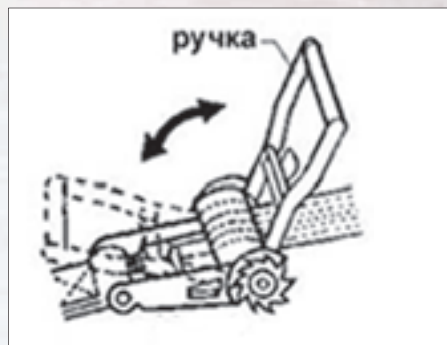

Рис. 2
- Поднимите и опустите ручку, чтобы зафиксировать ленту (Рис. 2). Убедитесь, что ручка достаточно далеко отходит, чтобы войти в зацепление с храповым колесом. Стопорная собачка должна быть зафиксирована. Не используйте дополнительный рычаг для перемещения рукоятки.